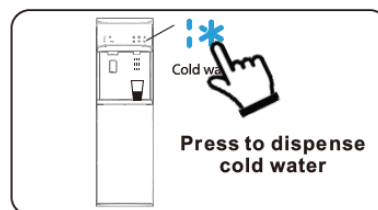

Fig 3
2. Toque suavemente el botón de agua fría en forma de nieve, el icono de retroiluminación se iluminará y emitirá un pitido, y empezará a salir agua fría; si vuelve a tocar el botón de agua fría, podrá cortar el flujo de agua fría (**fig. 3**).